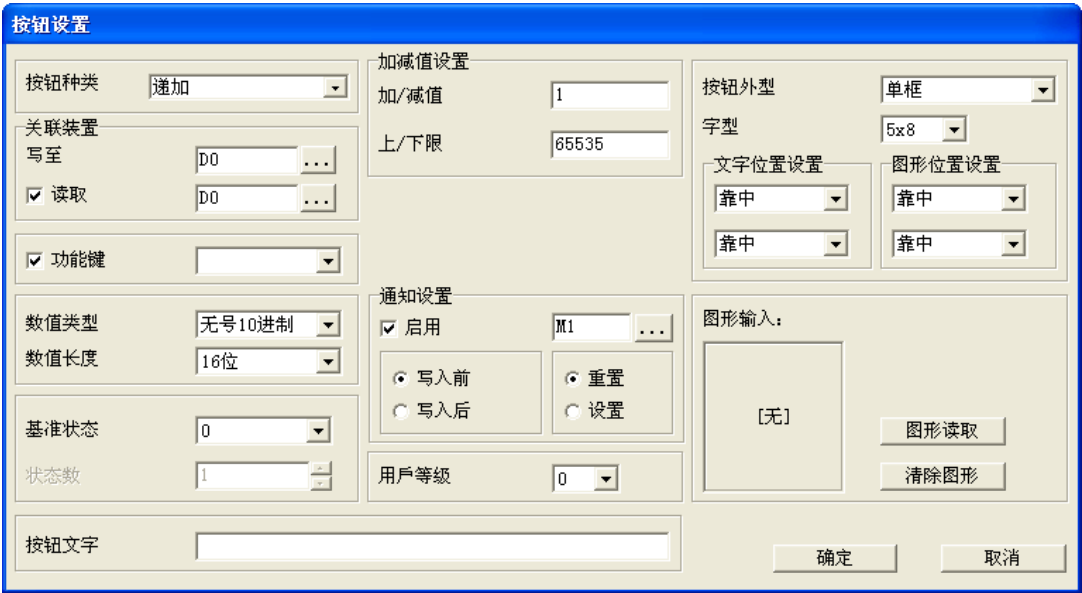
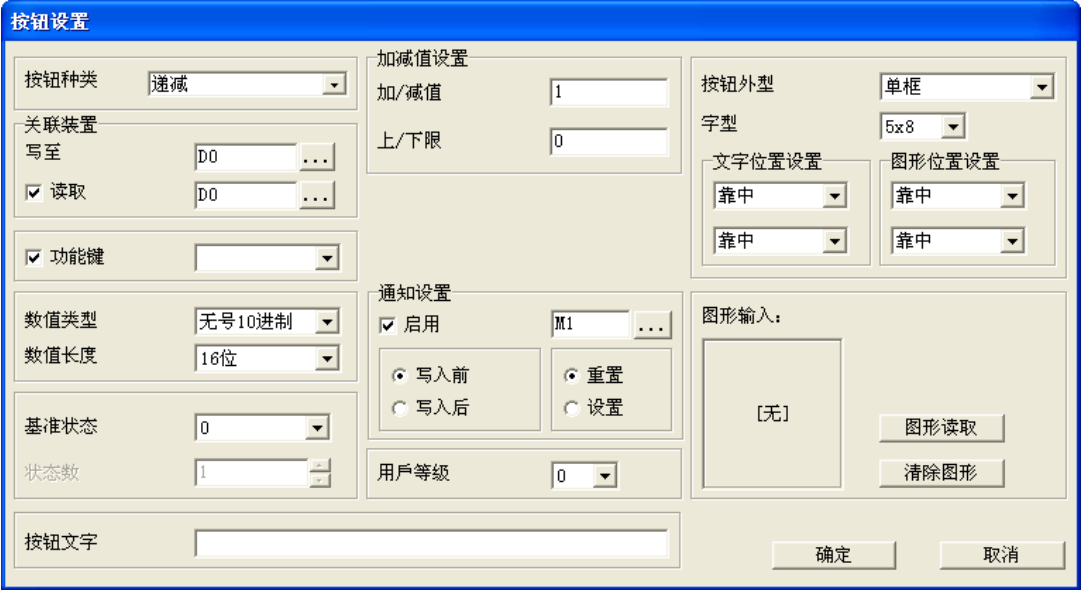

图 4-68 按钮设置窗口
图 4-69 按钮设置窗口
- 「递加」、「递减」的设置窗口如图 4-68 及图 4-69 。